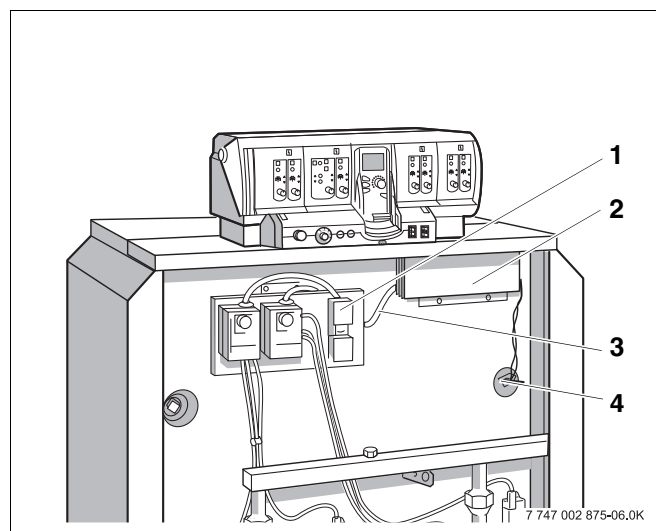

Рис. 16 Кабельная разводка на передней стороне котла
- Снимите крышку с кабельной ниши (Рис. 16, **поз. 2**).
- Проведите капиллярные трубки и провода температурных датчиков под передней крышкой котла к месту замера (Рис. 16, **поз. 4**). При этом размотайте их только на необходимую длину.
- Проведите провод горелки (Рис. 16, **поз. 3**) через кабельную нишу и под передней крышкой котла назад к подключению системы управления.
- Для двухступенчатой горелки удалите штекер с переключкой и вставьте вместо него штекер провода второй ступени горелки (Рис. 16, **поз. 1**).